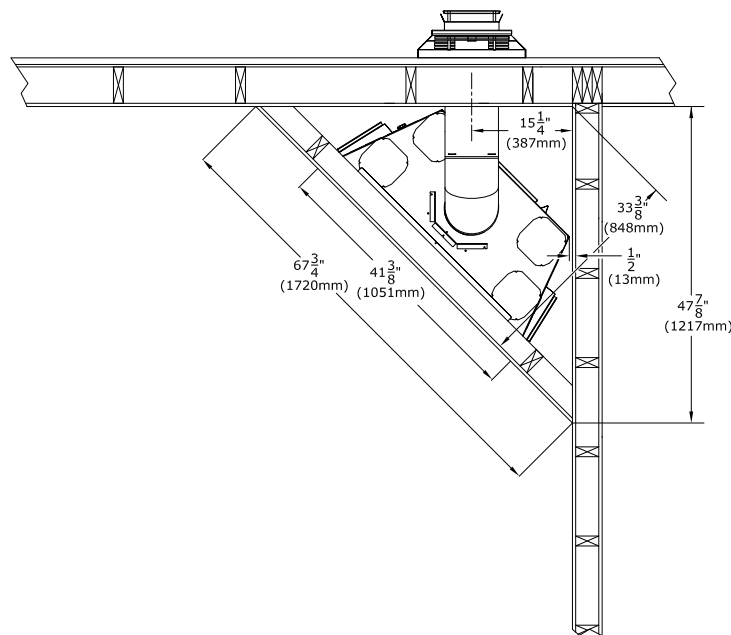

Figure 3.3 - Installation typique de l'appareil
- Voir la Figure 3.3 sur les pages suivantes pour les options d'installation standard typiques.